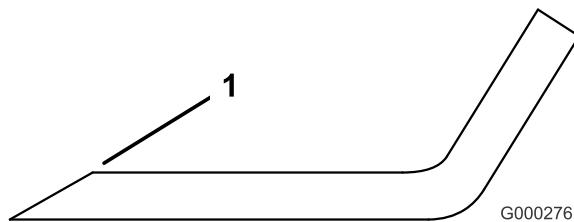

Figure 57
- Au moyen d'une lime, aiguissez les tranchants aux deux extrémités de la lame (Figure 57). Veillez à conserver l'angle de coupe d'origine. Limez la même quantité de métal sur chacun des deux tranchants pour ne pas déséquilibrer la lame.